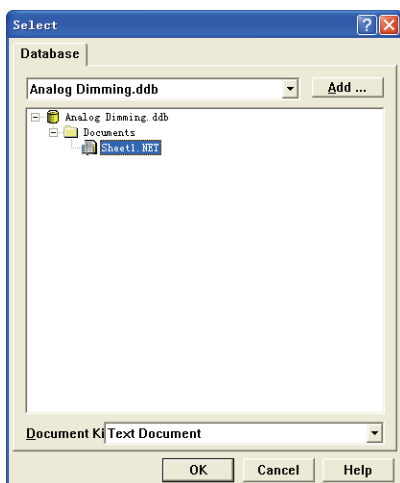

图 8-112 “Select”对话框
(2) 单击 **Browse...** 按钮，弹出如图 8-112 所示的“Select”对话框，选择网络表文件。